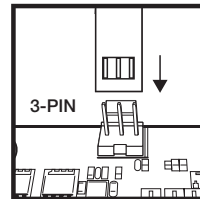

Figura 2
- > Collegare il cavo tachimetro della pompa all'header CPU_FAN sulla scheda madre (Figura 2).